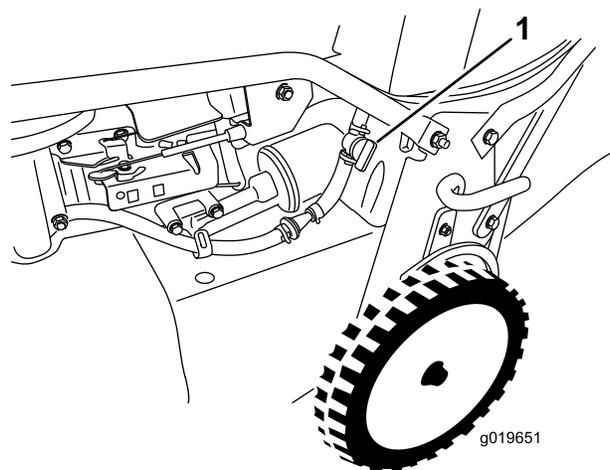

Figura 15
2. Abra la válvula de cierre de combustible (Figura 15).